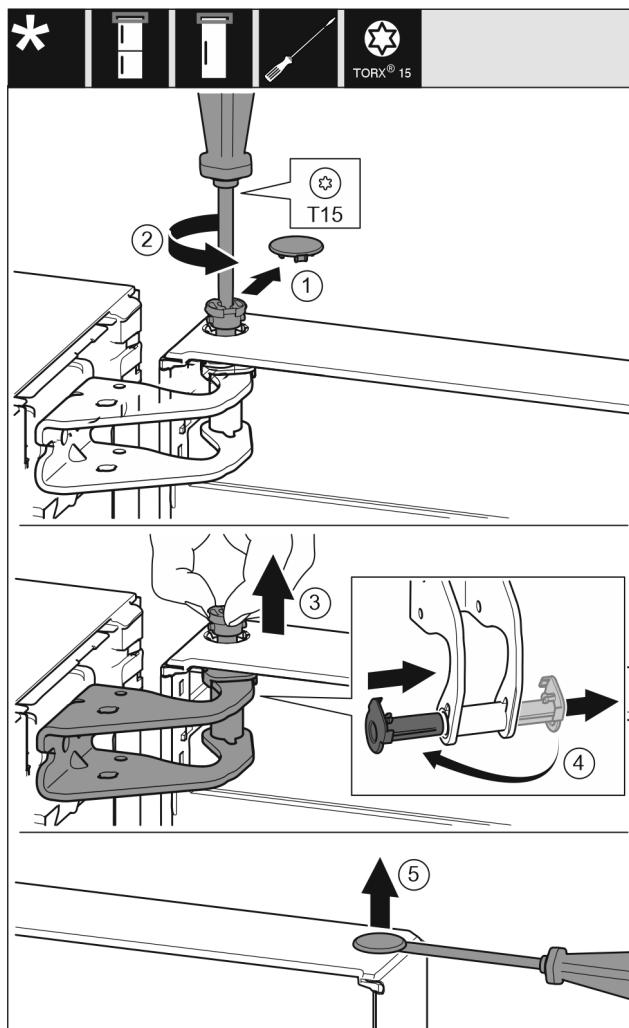

Fig. 7
- Oprezno skinite sigurnosni pokrov. *Fig. 7 (1)*
- Odvijačem T15 malo odvijte svornjak. *Fig. 7 (2)*
- Čvrsto držite vrata i prstima izvucite svornjak. *Fig. 7 (3)*
- Izvucite čahuru ležaja iz vodilice. Umetnute s druge strane i pustite da uskoči. *Fig. 7 (4)*
- Ravnim odvijačem oprezno podignite čep iz čahure ležaja vrata i izvucite ga. *Fig. 7 (5)*